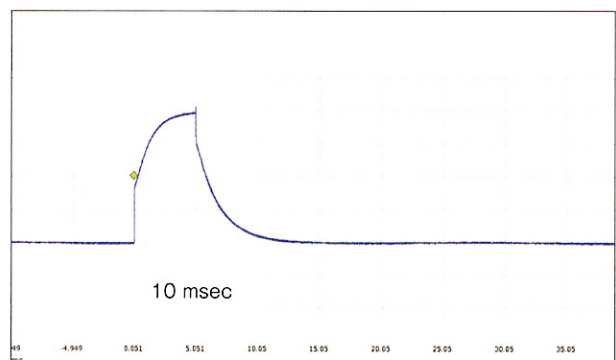

図6 電気印刷した時の電圧波形
- ②印刷速度が速い。静電潜像を1/100秒で印刷できる (図6)
- ③エッチング法に比べてプロセスが環境にやさしい。使用する水やエネルギー、廃棄物がおよそ1/10とされている¹⁾